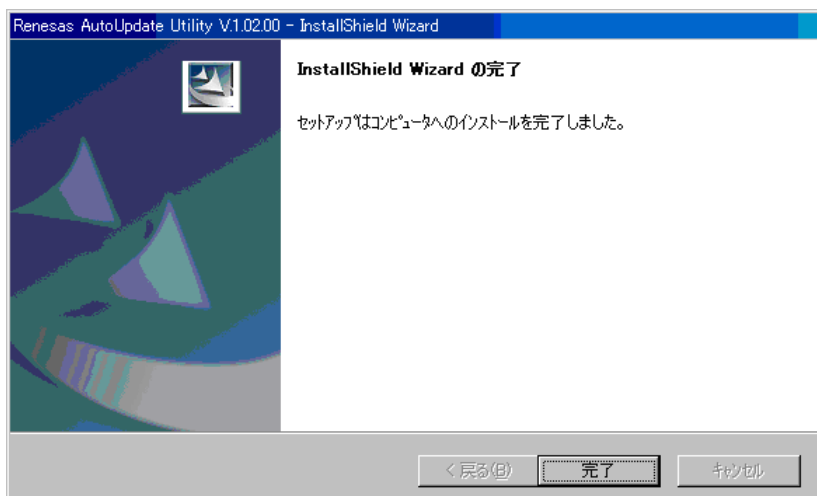

図3.2.6 E10A-USB ソフトウェアインストール手順⑥
⑥インストールが終了すると、図 3.2.6の画面が表示されますので、“完了”をクリックします。